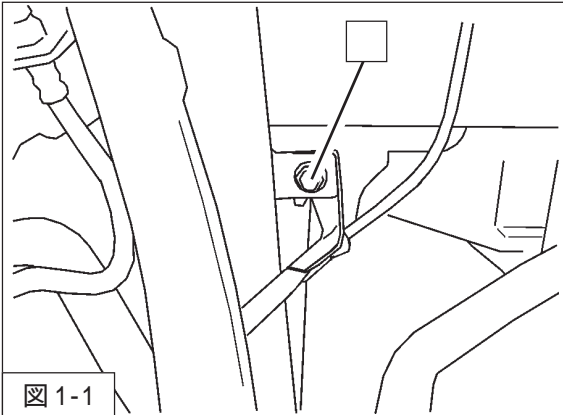

図 1-1
2. ABSセンサーハーネス取付ボルトを取外してください。(図1-1)